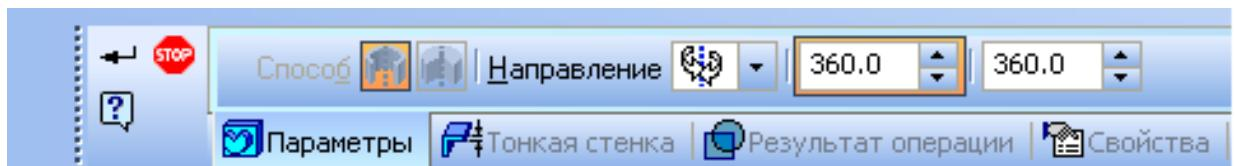

Рис.12
**Угол поворота 360° (рис. 12)**